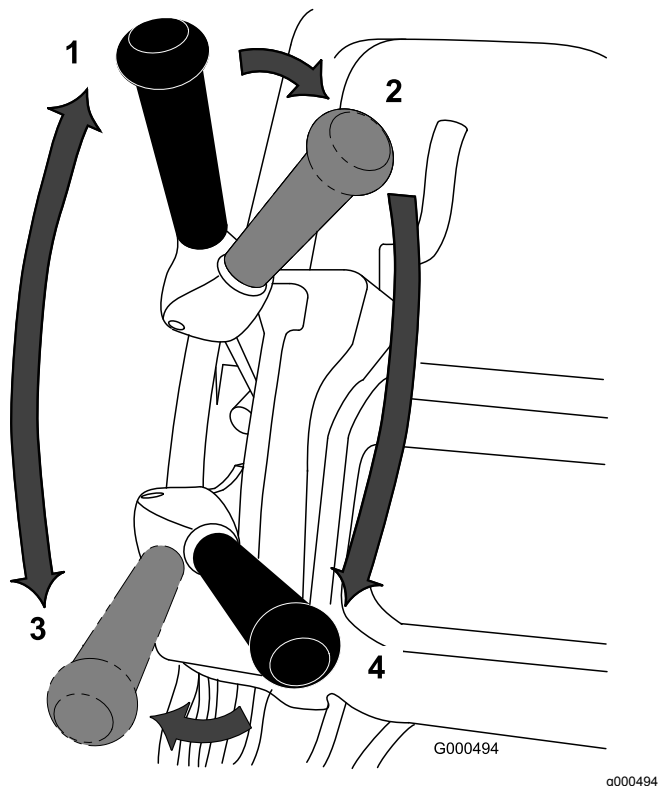

Figura 38
do cilindro para a posição FRENTE (transporte) e transporte a máquina até uma ponta do relvado (Figura 38).
2. Mova a alavanca para a posição de PONTO MORTO (Figura 38).
3. Mova a alavanca de tração para a posição de PONTO MORTO e a de transmissão do cilindro para DESENGATAR (Figura 38).
4. Mova a alavanca de tração para a posição FRENTE e a de transmissão do cilindro para ENGATAR (Figura 38), aumente a velocidade do acelerador até que a máquina se desloque à velocidade pretendida, conduza a máquina para o relvado, desça a unidade de corte para o solo e comece o corte.